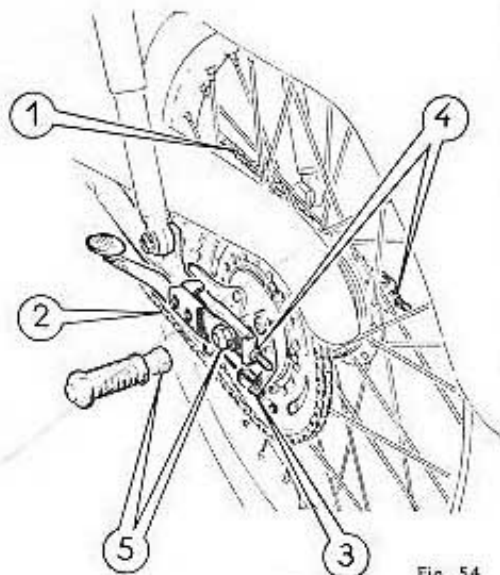

Fig. 54
— Desserrer les 2 écrous d'axe (5) (fig. 54).